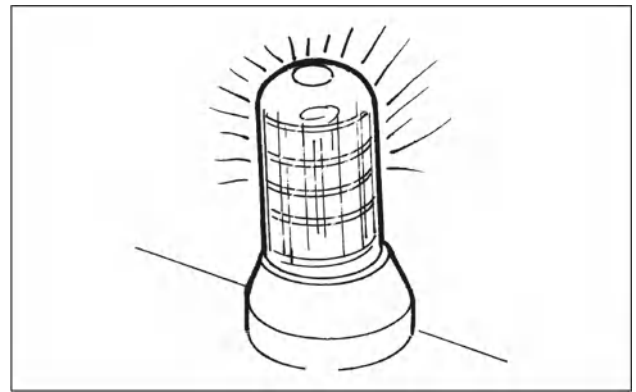

Рис. 2-40
- Используйте надлежащие световые приборы или, при необходимости, проблесковый маячок как днем, так и ночью (рис. 2-40).